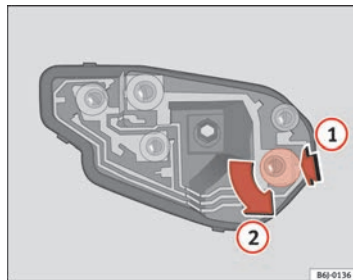

Fig. 149 Cambio lampade luci posteriori
- Una volta tolto il portalampade, premere nel senso indicato dalla freccia **1** e ruotare contemporaneamente nel senso indicato dalla freccia **2** ⇒ pag. 236, fig. 149. ■